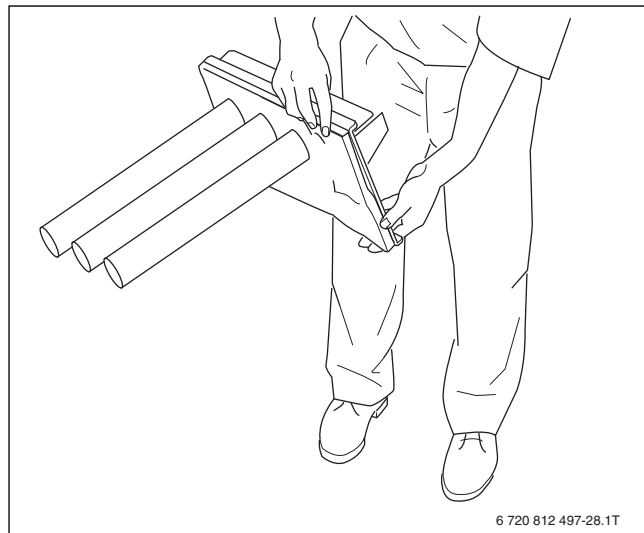

Рис. 38 Опрокидывание горелки
- ▶ Переверните горелку, чтобы удалить остатки воды (→ рис. 38, стр. 33).